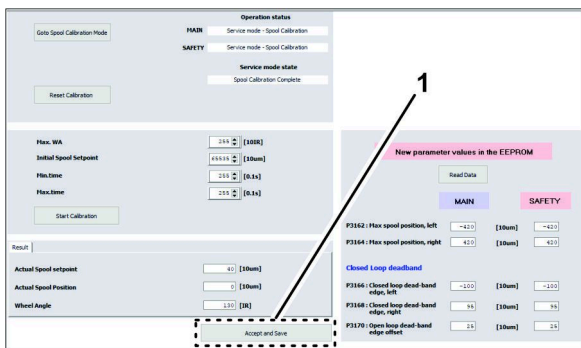

Figura 50
5. Au bas de l'écran d'étalonnage du tiroir, cliquez sur l'icône ACCEPTER ET ENREGISTRER (Figura 50).